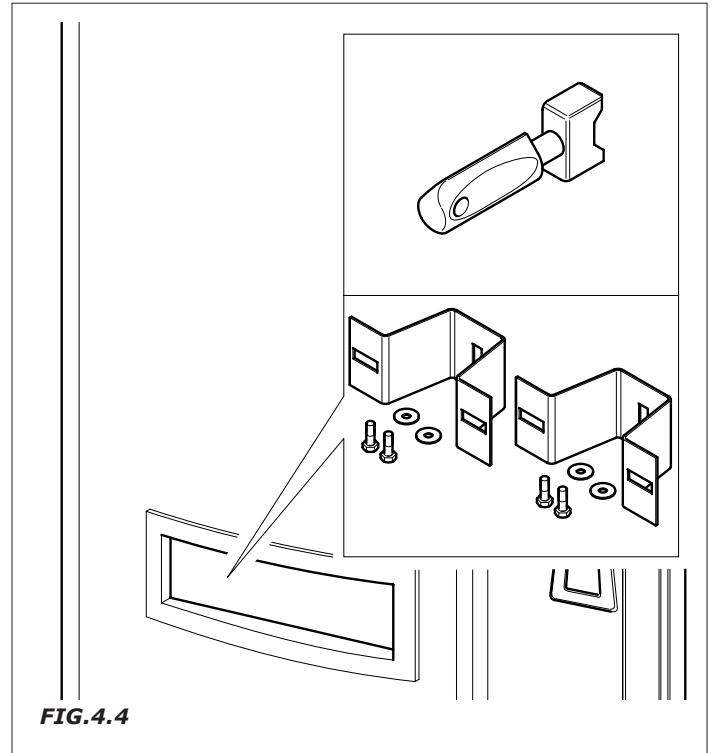

FIG.4.4
- Coger el estuche de accesorios de serie del expendedor, que se encuentra en la cubeta de recogida del agua de condensación, formado por (Fig.4.4).